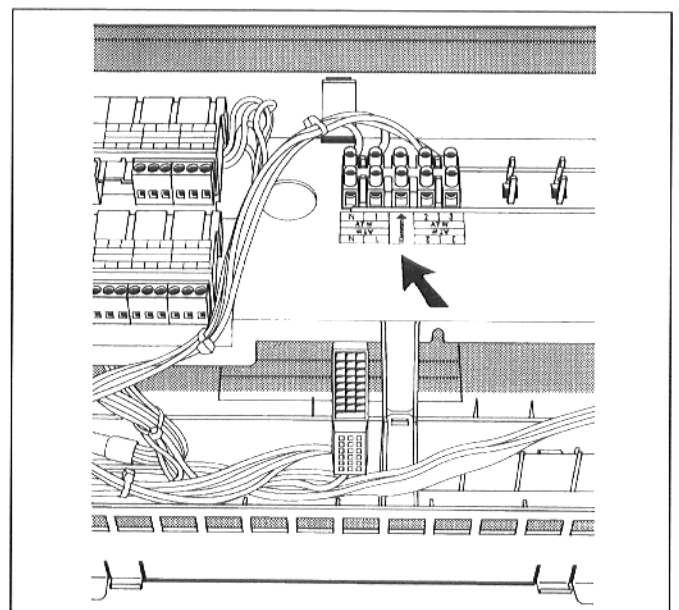

Fig. 5: Fijar el adhesivo
- Fijar el adhesivo con la denominación de bornes. ¡La flecha ha de señalar en dirección de los bornes! (Fig. 5).